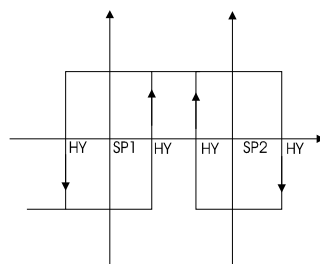

Figura 4
- b) **SP2**: programmazione del secondo punto di commutazione della soglia a finestra (vedi Figura 4).
- soglia con intervento a finestra vedi Figura 4.